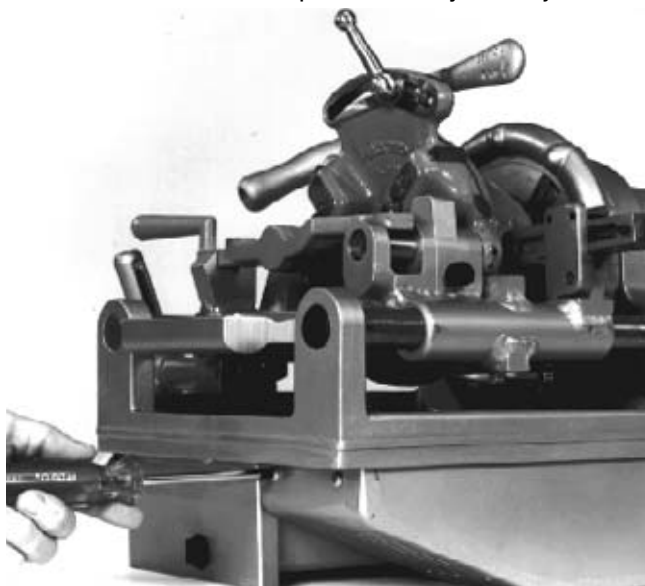

Figura 14 – Afloje y extraiga los tornillos de la tapa del motor
2. Afloje por completo los tres pernos que sostienen la tapa del alojamiento del motor y extraiga la tapa del alojamiento (Figura 14).